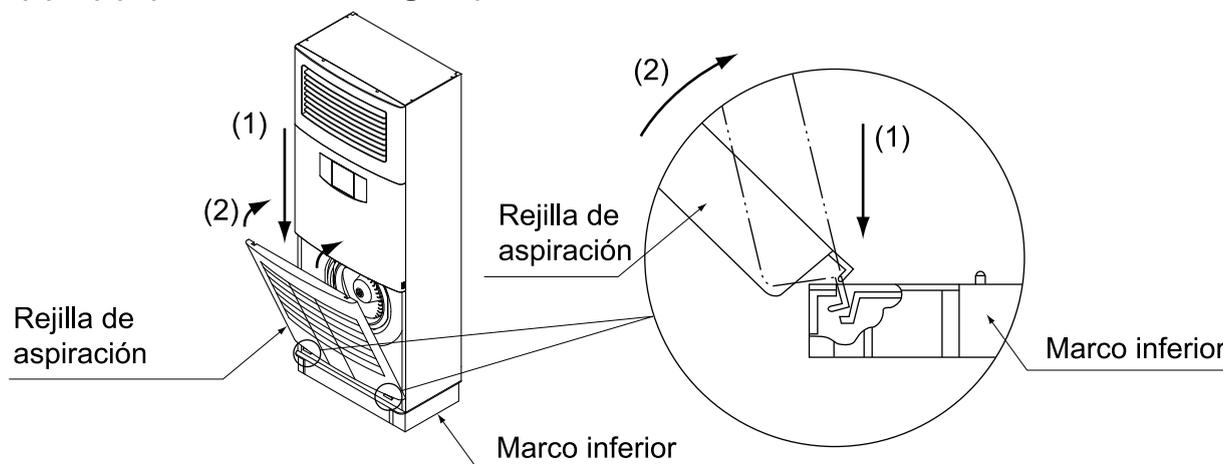

Fig. 40
1. Enganche la rejilla de succión en la ranura en el marco inferior de la unidad en el orden (1)→(2). (Refiérase a la Fig. 40)